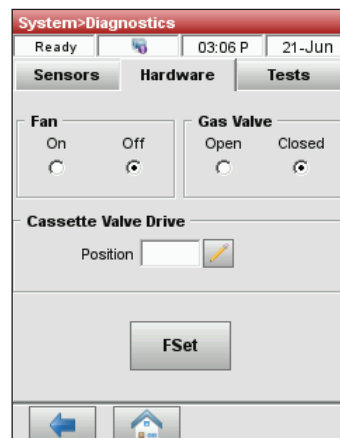

Figura 31. Scheda Gestione sistema> Diagnostica> Controlli
2. Toccare **Diagnostica** e poi toccare la scheda **Hardware** (Figura 31).